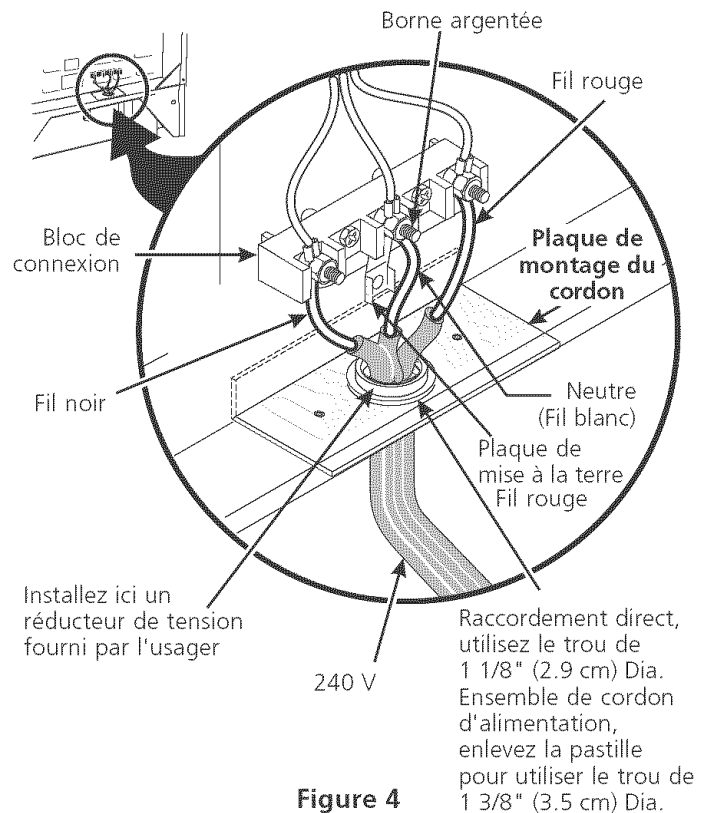

Figure 4
NOTE: L'appareil sort de l'usine avec un trou de 1 1/8" (2.9 cm) dia. tel que montré à la figure 4. Si un trou plus grand est requis, repoussez la pastille.
Pour une connexion à un câble d'alimentation à trois conducteurs (États-Unis seulement). (Le cordon ou câble d'alimentation à 3-conducteurs doit être remplacé par un cordon ou un câble à 4-conducteurs où la mise à la terre du châssis au fil blanc est interdite, soit dans les nouvelles installations, les maisons mobiles, les véhicules récréatifs ou à d'autres endroits où les codes locaux interdisent la mise à la terre au moyen d'un conducteur neutre.) Si les codes locaux permettent la connexion du conducteur de mise à la terre du châssis au fil neutre du cordon d'alimentation en cuivre (voir Figure 4).
4. Remplacez les 3 écrous sur les bornes du bloc de connexion (voir Figure 4).